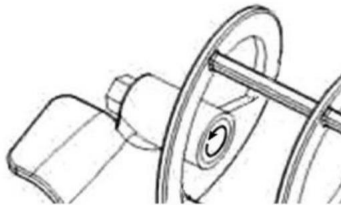

Fig.13
Remplacer le joint (A) au moins une fois par an. À l'aide de la graisse fournie, lubrifier le joint A) voir Fig.13